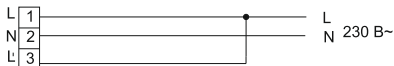

Рисунок 3
4.6 Постоянный аварийный режим работы (рисунок 3):